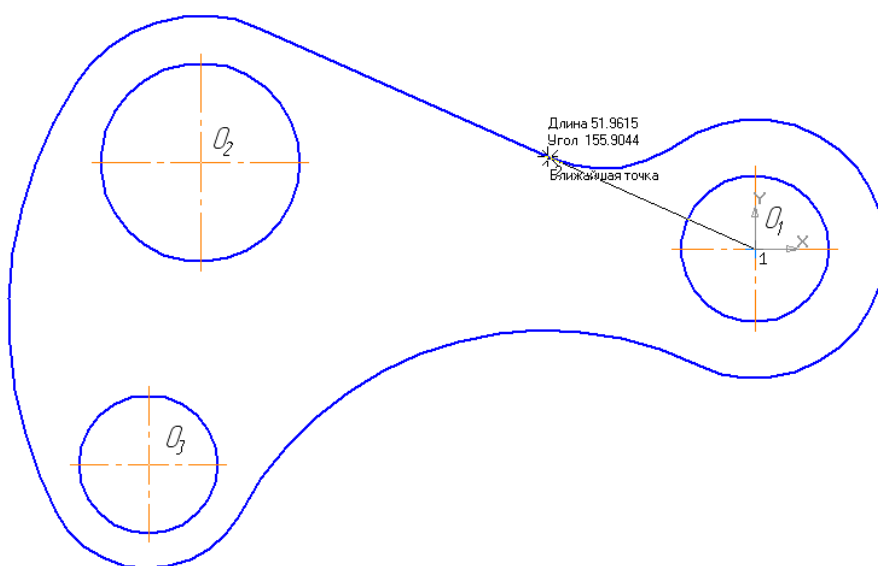

Рис. 81
5. Постройте отрезок, проходящий из центра окружности  $O_1$  до касательной прямой стилем линии **Тонкая**. Этот отрезок определяет направление касательной через центр окружности  $O_1$  и необходим для правильного чтения чертежа, рис. 81.